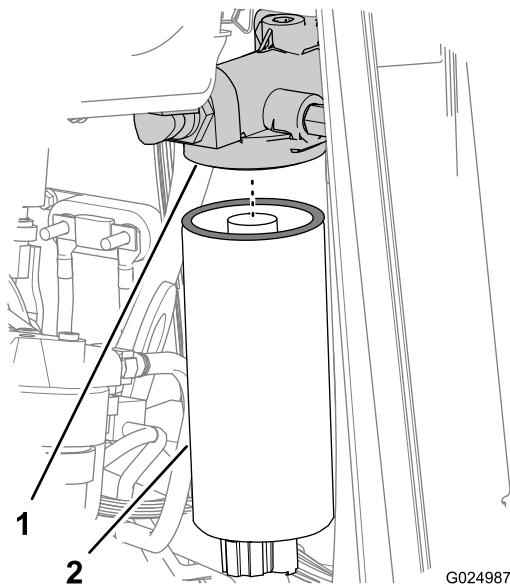
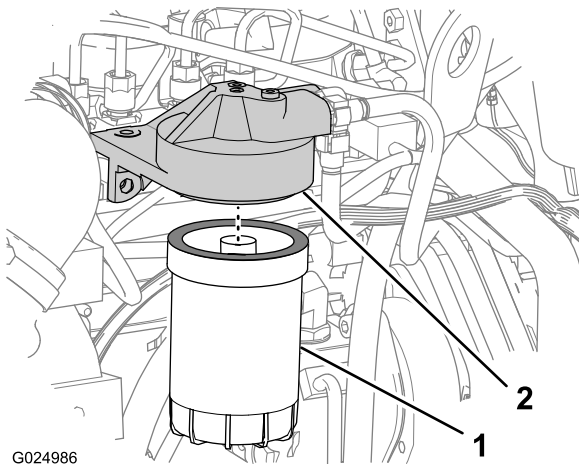

Bild 79
Bild 80
- Lösen und entfernen Sie den Hauptkraftstofffilter (Bild 79).
9. Lösen und entfernen Sie den sekundären Kraftstofffilter (Bild 80).
1. Wischen Sie die Abdichtungsflächen der Filteradapter für den Hauptkraftstoff- und sekundären Kraftstofffilter ab (Bild 79 und Bild 80).
3. Setzen Sie den Hauptkraftstofffilter auf den Filteradapter und ziehen Sie den Filter an, bis die Dichtung die Filterkopfoberfläche berührt (Bild 79).
6. Setzen Sie den sekundären Kraftstofffilter auf den Filteradapter und ziehen Sie den Filter an, bis die Dichtung die Filterkopfoberfläche berührt (Bild 80).